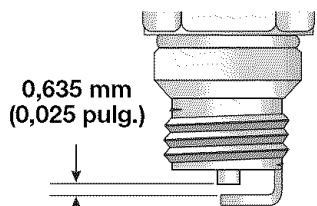

Fig. 18
2. Suelte el gatillo del regulador y deje que el motor funcione en marcha lenta. Si el motor se para, inserte un pequeño destornillador Phillips o de vástago plano en el orificio de la cubierta del silenciador / filtro de aire (Fig. 18). Gire el tornillo de marcha lenta en sentido horario, de a 1/8 de vuelta por vez (según sea necesario) hasta que el motor funciona en mínima.
3. Fije la separación de aire a 0,635 mm (0,025 pulgadas) utilizando un calibrador (Fig. 18).